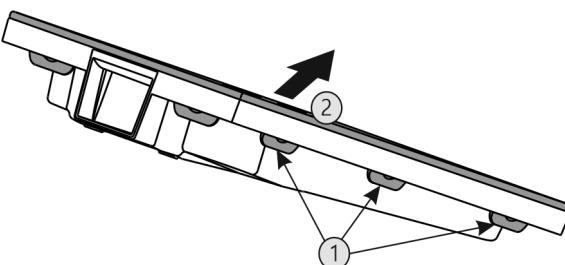

Fig. 50
- Stlačte za sebou všechny západky Fig. 50 (1) a sejměte kryt Fig. 50 (2).